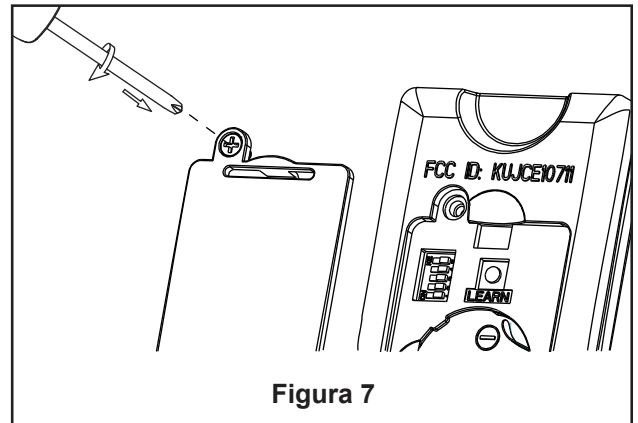

Figura 7
7. Asegure el vidrio en la ensamble de la placa de iluminación girándolo en el sentido de las agujas del reloj y sin apretar demasiado. (Figura 7)
9. Vuelva a colocar la cubierta de la batería en el mando a distancia con un tornillo retirados previamente. (Figura 7)